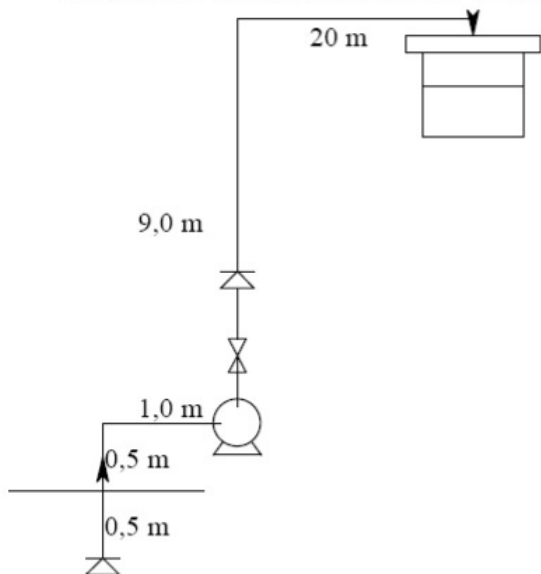
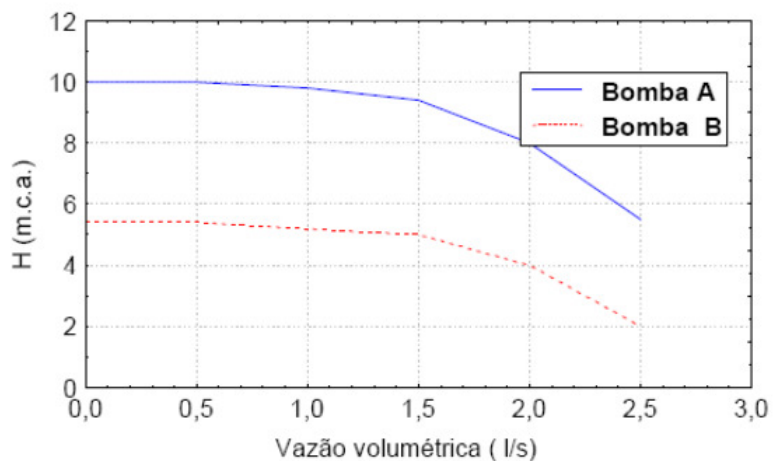

Figura 2a
Figura 2b
(2) A finalidade do circuito mostrado na Figura 2a abaixo é transportar água de uma lagoa para um reservatório aberto, a uma vazão de 2 l/s. Dispõe-se de 2 bombas A e 2 bombas B, cujas características são aquelas da Figura 2b. O serviço pode ser realizado? Como? Verifique o NPSH da instalação. (Tubulação de aço galvanizado com diâmetro nominal de 2", série 40; Temperatura de  $17^\circ\text{C}$ ).